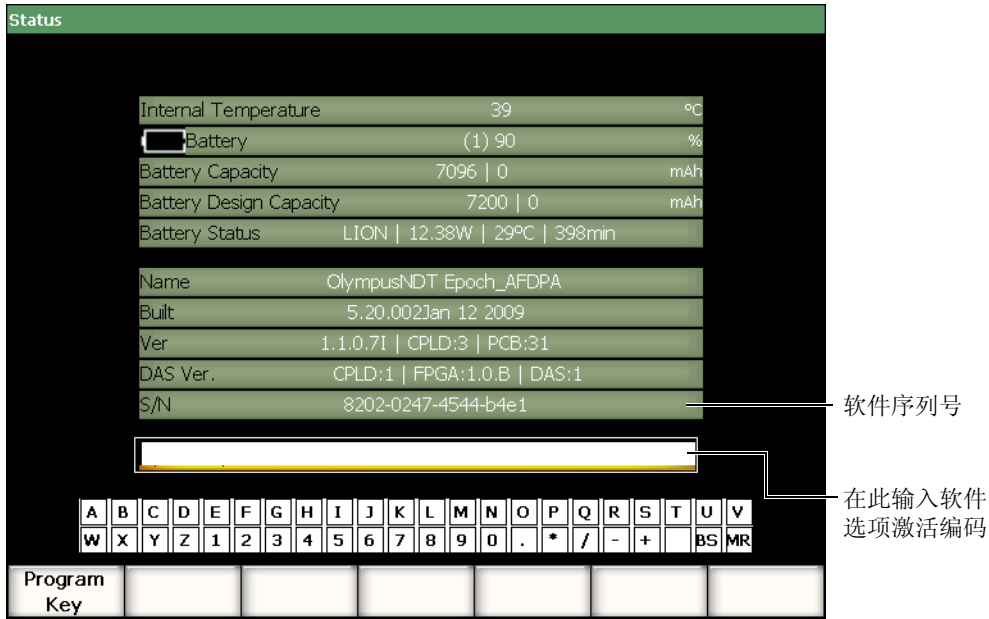

图 11-1 选项编码输入对话框
- 1. 选择 **3/5 > Inst Setup**（仪器设置）> **Status**（状态），打开 **Status**（状态）设置页面，如第 182 页的图 11-1 所示。
- 5. 使用虚拟键盘，在虚拟键盘上方的区域输入激活编码（参见第 182 页的图 11-1）。